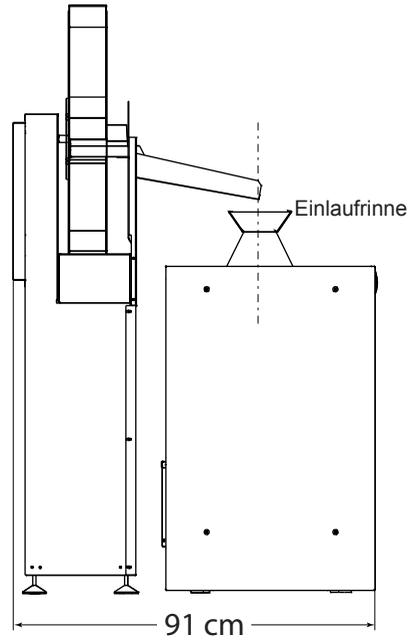

Abb. 7
1. Die Bohrungen (\varnothing 5 mm) für die mitgelieferten Holzschrauben 4 x 20 mm werden entsprechend den in Abb. 7 und 8 angegebenen Maßen angebracht.